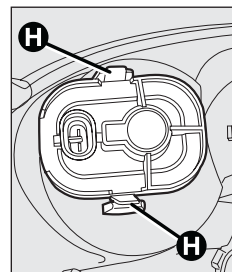

fig. 24
- ☐ para sustituir la luz antiniebla **H**-fig. 24, quite la protección y sustituya la lámpara de "bayoneta";